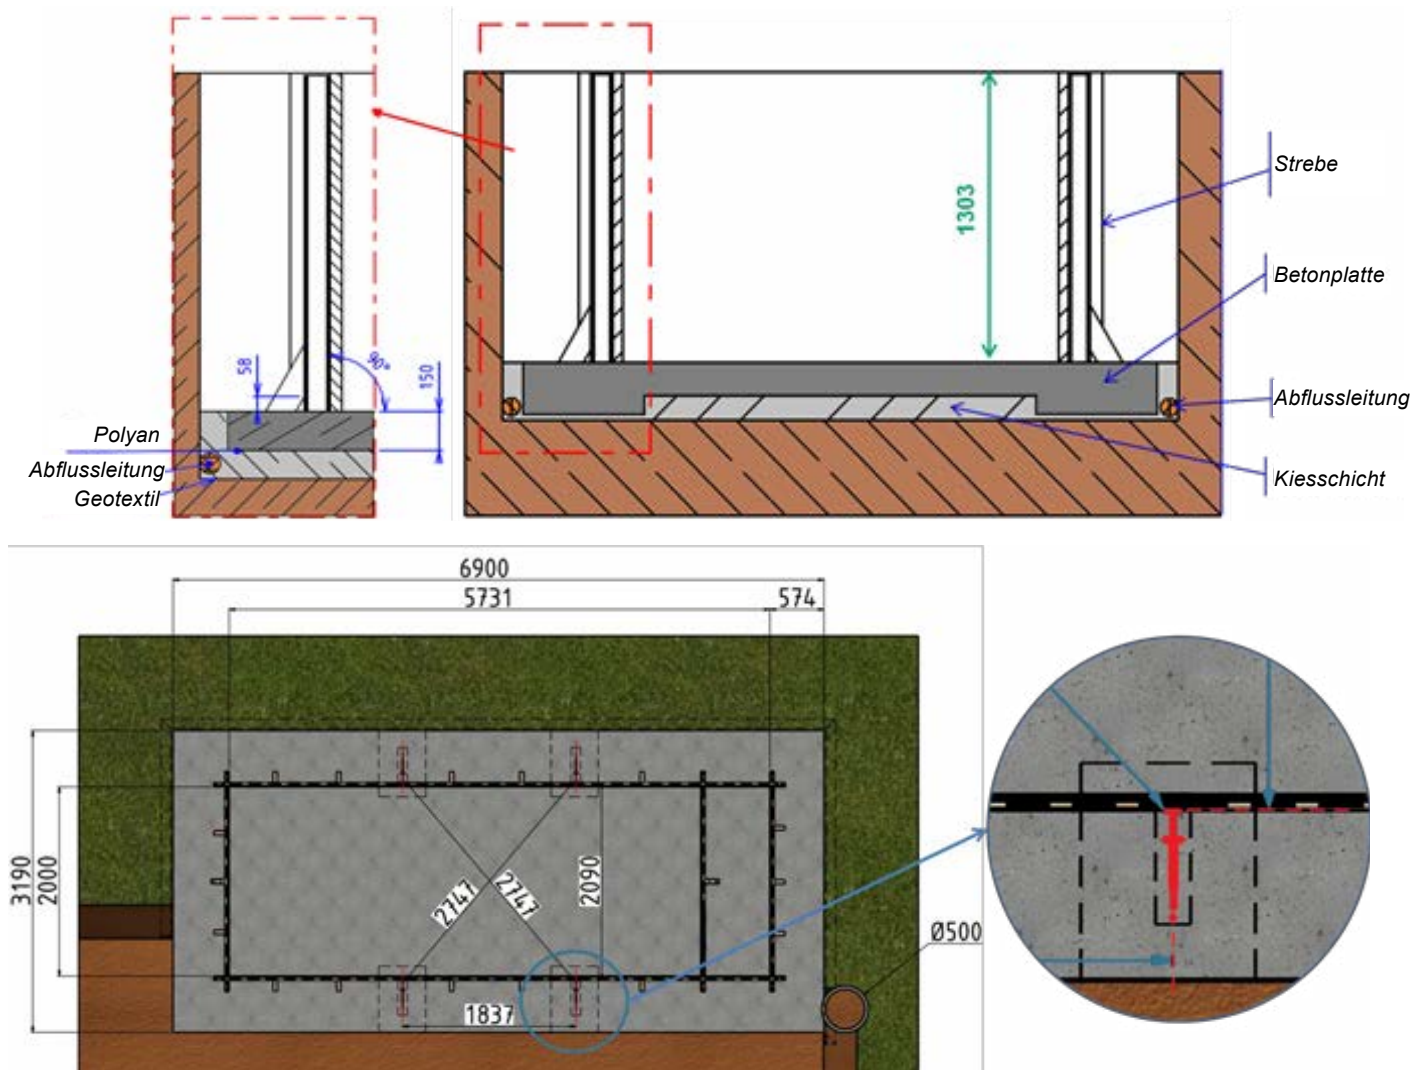

Abbildung 4 – Positionierung der Streben
TIPP : Sie können die Streben verwenden, um die Höhe der fertigen Betonplatte zu materialisieren. Zur Nivellierung des Pools 0 als Niveau nehmen, (unter den Holzteilen des Handlaufs, siehe Abbildung 4, 1303 mm abmessen und an dieser Kante des Strebens einen Strich ziehen. Dieser Strich wird der endliche Wert der Betonplatte sein.
- ! Stellen Sie sicher, dass alle in der Abbildung 4 gezeigten Abmessungen eingehalten werden, bevor Sie zum nächsten Schritt übergehen.